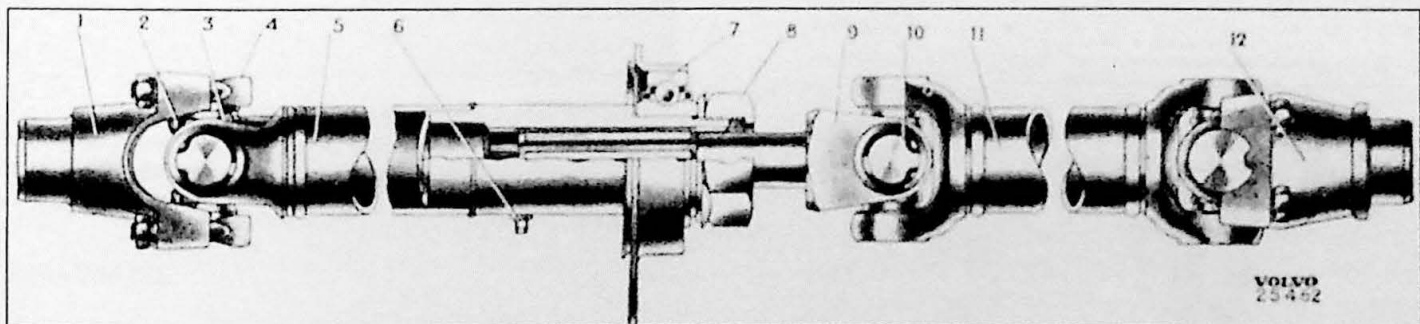
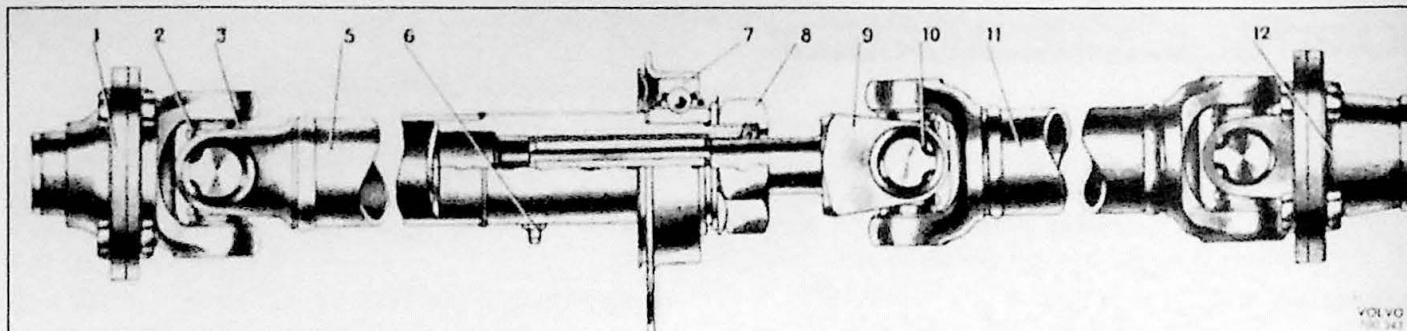
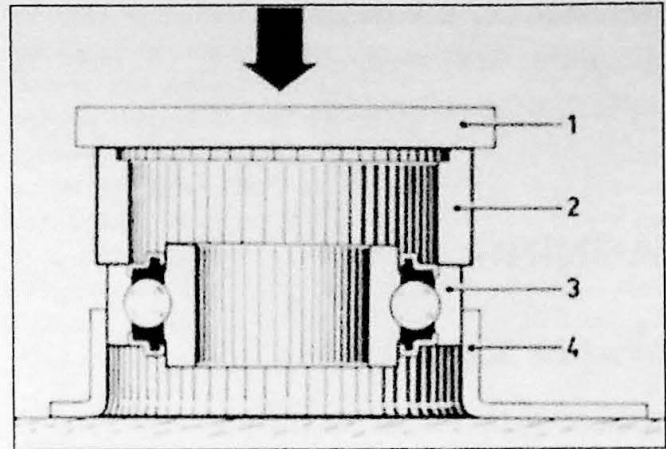
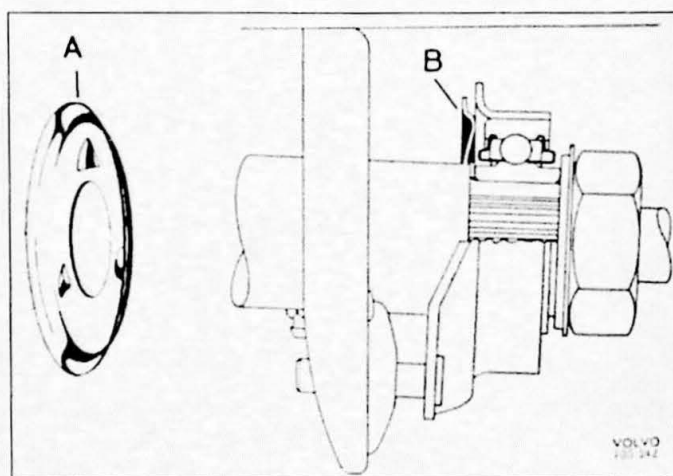

Fig. 8.2. Kardanas, uitvoering I
Fig. 8.3. Kardanas, uitvoering II
Fig. 8.8. Montage van tussenlager.
Fig. 8.17. A. beschermplaat (late uitvoering), B. beschermplaat gemonteerd
De kardanas is gedeeld en van het holle buis type (Fig. 8.2-8.4). Het voorste deel is aan de achterzijde uitgevoerd als een pijp met spiebanen. Hierin steekt een van spiebanen voorziene as die aan de andere zijde aan de middelste kruiskoppeling is bevestigd. Voorste en achterste kruiskoppeling zijn in de vroeg uitvoering direct gelagerd in vorken van de versnellingsbak en de achteras (Fig. 8.2). In de latere uitvoering zijn deze voorzien van volgvorken (Fig. 8.3 en 8.4).
1. flens op de versnellingsbak; 2. kruiskoppeling; 3. smeernippel; 4. klem (vroegge uitvoering) (Fig. 8.2); 5. voorste asdeel; 6. smeernippel; 7. tussenlager; 8. moer; 9. as met spiebaan; 10. borgring; 11. achterste asdeel; 12. flens op de achteras
1. Krik de auto op en zet assteunen onder de voor- en achteras. Maak de klemmen los (4, Fig. 8.2) die
de achterste kruiskoppeling aan de achterasflens verbindt. Op de kardanas van uitvoering II (Fig. 8.3) worden de bouten van de flens losgedraaid nadat de borgplaatjes zijn rechtgemaakt. Trek de as er naar achteren uit.
2. Maak de eventueel aanwezige trekveer los. Pers het tussenlager uit de houder met een geschikt stuk gereedschap. Pers het nieuwe lager in de houder met behulp van ring SVO 4081 (Fig. 8.8). Is de diameter van het perswerktuig minder dan het gat in de ring leg dan een plaat (1, Fig. 8.8) op de ring.
Kruiskoppeling van vroege en latere uitvoering worden in principe op dezelfde wijze uit elkaar genomen. Let er echter op dat de kardanassen van de latere uitvoering zijn voorzien van kruiskoppelingen met twee flensvorken waarvan het kruis moet worden losgemaakt. Dit geldt eveneens voor de middelste kruiskoppeling op de kardanas van de vroege uitvoering (Fig. 8.2 tot 8.4).
Pers het steunlager (7, Fig. 8.2 en 8.3) in de houder met ring SVO 4081 (Fig. 8.8). Zet beschermplaat, tussenlager, drukplaatje en borgplaatje op de voorste kardanas. Als de beschermplaat van het vroegere type is moet deze vervangen worden door één van de latere uitvoeringen met geleiding van de buitendiameter en een vergroot gat voor de radiale overgang (Fig. 8.17).